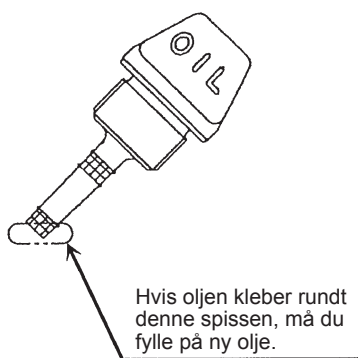
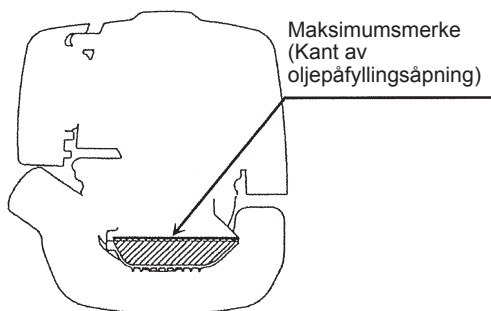

Fig. 1
Fig. 2
- Hold motoren vannrett, fjern oljemåleren og sjekk at oljen står opp til et punkt mellom det øvre og det nedre påfyllingsmerket. Når oljestanden er for lav, fordi oljemåleren bare berører oljen med spissen, særlig mens oljemåleren er stukket inn i veivhuset uten å være skrudd inn (fig. 1), må du fylle på ny olje i nærheten av porten (fig. 2).
(1) Hold maskinen vannrett og ta ut oljemåleren.
(2) Fyll olje til kanten av oljepåfyllingsåpningen. (Se fig. 2 på foregående side). Fyll på olje med påfyllingsflasken for smøremidler.
(3) Stram oljemåleren godt. Utilstrekkelig stramming kan gi oljelekkasje.